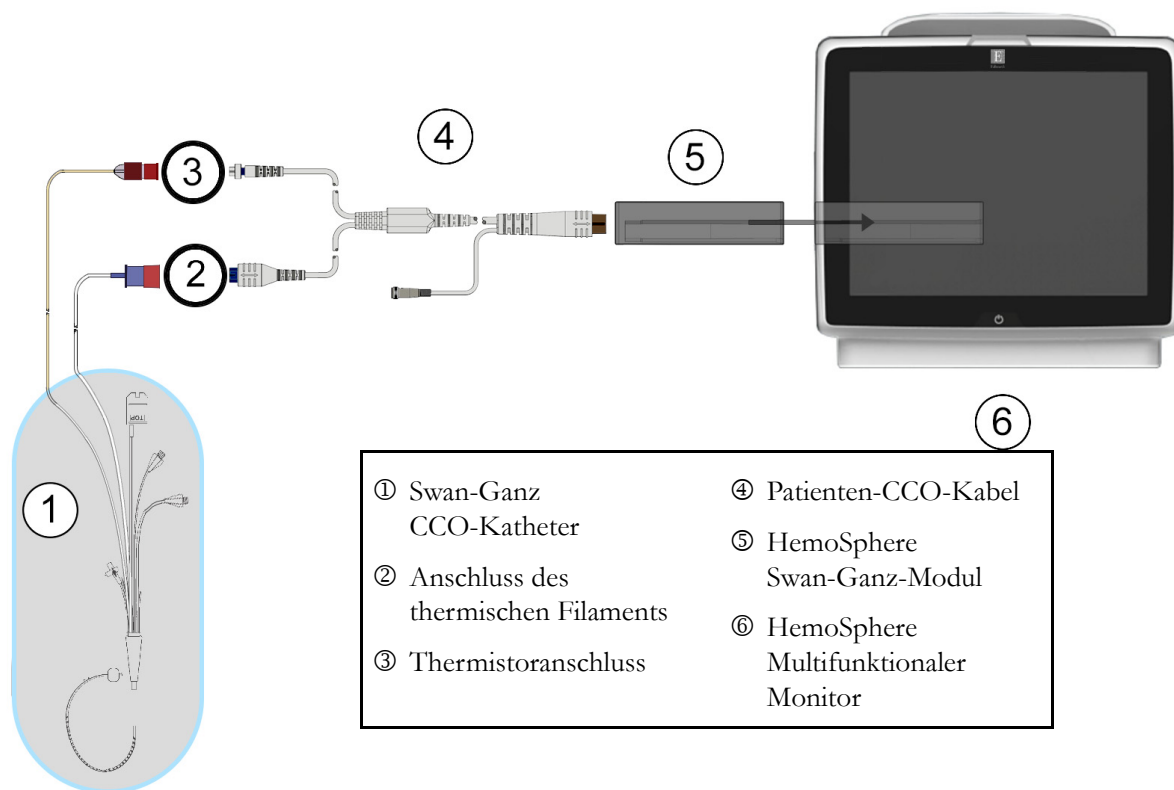

Abbildung 9-3 Übersicht der Anschlüsse für die CO-Überwachung
- 2 Schließen Sie das Katheterende des Patienten-CCO-Kabels an den Thermistoranschluss und die Anschlüsse des thermischen Filaments des Swan-Ganz CCO-Katheters an. Diese Anschlüsse sind in mit ② und ③ gekennzeichnet. Abbildung 9-3 auf Seite 111.